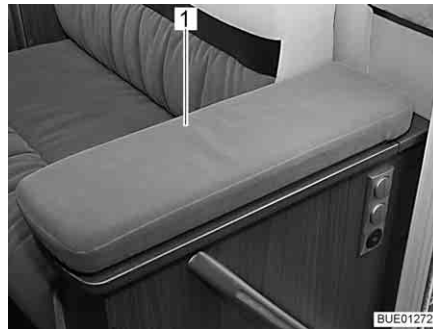
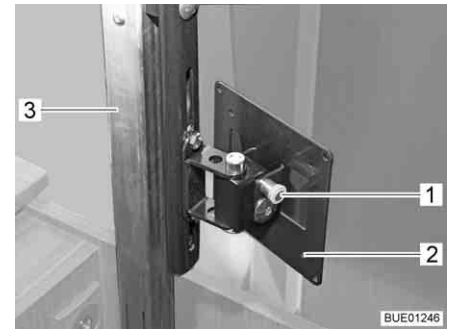

Bild 62 TV-Fach
Bild 63 Hubmechanismus
- Abdeckung (Bild 62, 1) des TV-Fachs in der Mitte leicht nach unten drücken. Die Ausschubsäule (Bild 63, 3) wird entriegelt und fährt nach oben.
- Entriegelungsknopf (Bild 63, 1) ziehen und die Halterung (Bild 63, 2) mit Flachbildschirm in die gewünschte Position schwenken.
- Flachbildschirm in die Ausgangslage zurückschwenken, bis die Halterung (Bild 63, 2) in die Verriegelung einrastet.
- Abdeckung (Bild 62, 1) in der Mitte gegen den Widerstand der Ausschubsäule (Bild 63, 3) nach unten drücken, bis die Verriegelung einrastet.